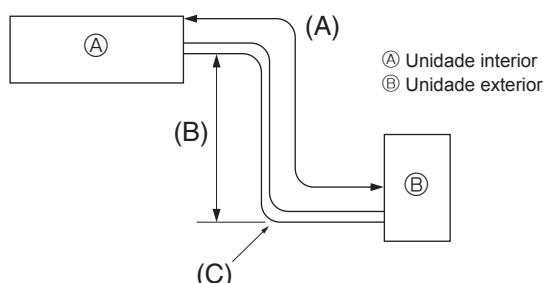

Fig. 4-1
4.1. Tubo de refrigerante (Fig. 4-1)